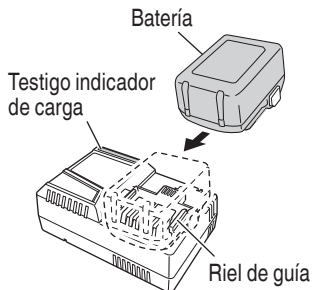

Fig. 7
2. Inserte la batería en el cargador de baterías. Inserte la batería en el cargador de baterías como se muestra en la Fig. 7.